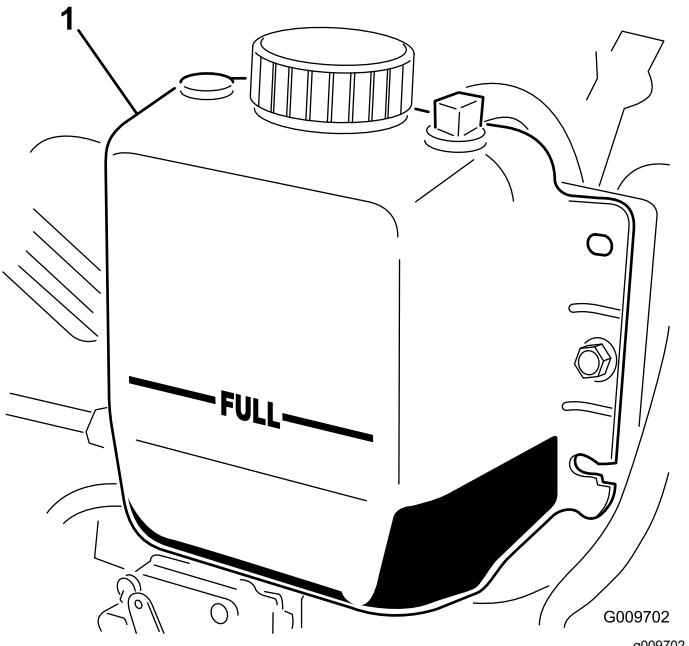

Figura 34
2. Compruebe el nivel de refrigerante del radiador. El radiador debe llenarse hasta la parte superior del cuello de llenado, y el depósito de expansión debe llenarse hasta la marca FULL (lleno) (Figura 34).